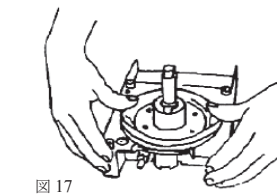

図17
- 2) 上部ハウジングの組立てのためバネを上部ハウジングと一緒に下部ハウジングに取付けてください。(ポンプロッドが上部ハウジングの穴からできるように) 上部ハウジングを押さえながら、ネジ2カ所を指で軽く締めた後、スパナでしっかり締めてください (図17)。